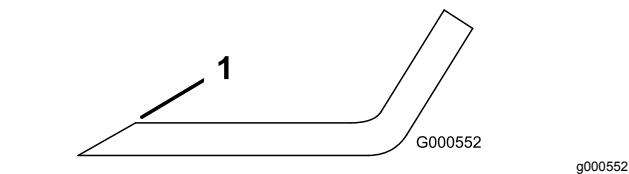

Figura 48
**Nota:** Si la cuchilla no está equilibrada, rebaje algo el metal en la parte de la vela solamente con una lima (Figura 48).